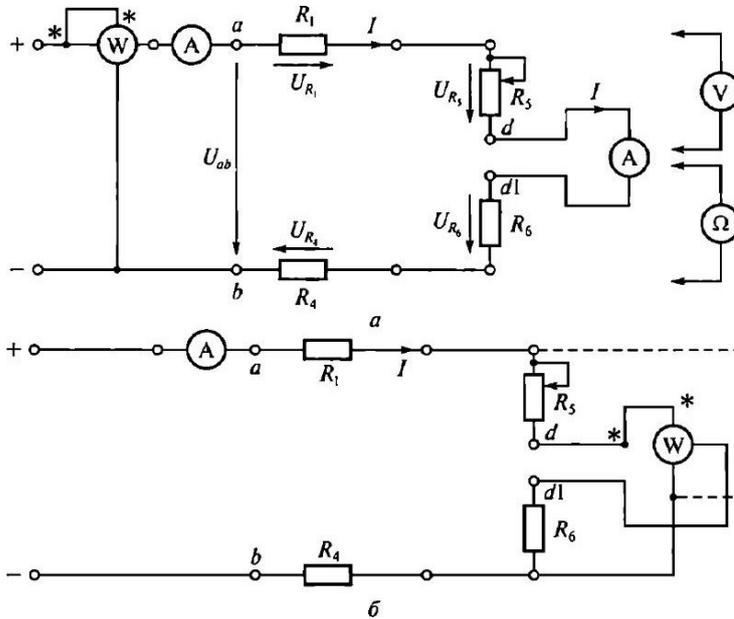

Рис. 2.1. Схемы ЭЦ постоянного тока для проверки:
3.2. Записать в протоколе испытаний применительно к ЭЦ, показанной на рис. 2.1, выражения для закона Ома, 2-го правила Кирхгофа и баланса мощностей.
3.5. Собрать ЭЦ в соответствии с рис. 2.1, а, установив вместо перемычки d — d1 миллиамперметр постоянного тока. После проверки схемы преподавателем подать в ЭЦ постоянное напряжение  $U_{аб}$ . Установить любое значение  $U_{аб}$  в пределах 10 ... 20 В и занести это значение в табл. 2.1.
3.8. Не изменяя сопротивления резистора R5 и напряжения питания  $U_{аб}$ , измерить с помощью ваттметра мощность, потребляемую каждым элементом ЭЦ и всей цепью ( $P_{аб}$ ). Для этого токовую катушку ваттметра включать последовательно с исследуемой ветвью, в катушку напряжения — параллельно ветви (см. рис. 2.1, б). Результаты занести в табл. 2.1.
5.2. Записать в протоколе испытаний применительно к ЭЦ, показанной на рис. 2.1, выражения для закона Ома, 2-го правила Кирхгофа и баланса мощностей.
5.3. В табл. 2.4 даны значения сопротивлений ЭЦ, приведенной на рис. 2.1. Напряжение питания  $U_{ab}$  задается преподавателем.